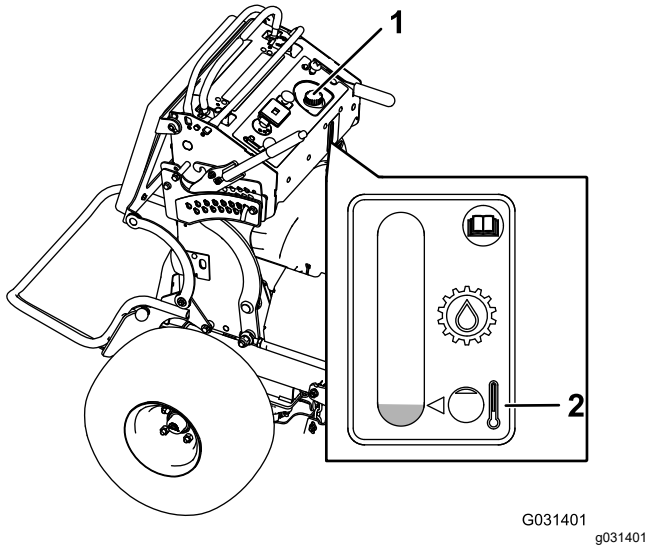

Figure 84
- Nettoyez la surface autour du bouchon et du goulot de remplissage du réservoir de liquide hydraulique (Figure 84).
- Enlevez le bouchon du goulot de remplissage (Figure 84).